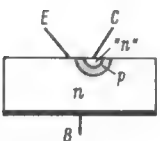

Bild 1. Spitzentransistor
1. An den schwingfreudigen Spitzentransistor (Bild 1), der vielleicht noch einmal in anderer Form (z. B. als verbesserter Spacistor) besondere Aufgaben erfüllen kann.